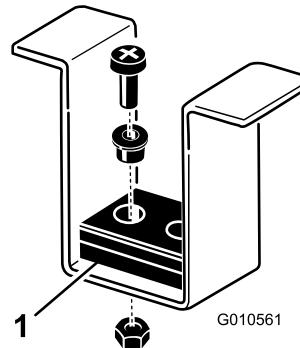

Figure 10
- Les goupilles de réglage de hauteur de coupe avant doivent reposer correctement sur les amortisseurs du châssis (Figure 10). Si ce n'est pas le cas, placez une ou plusieurs cales sous l'amortisseur afin de l'élever et de l'aligner correctement.